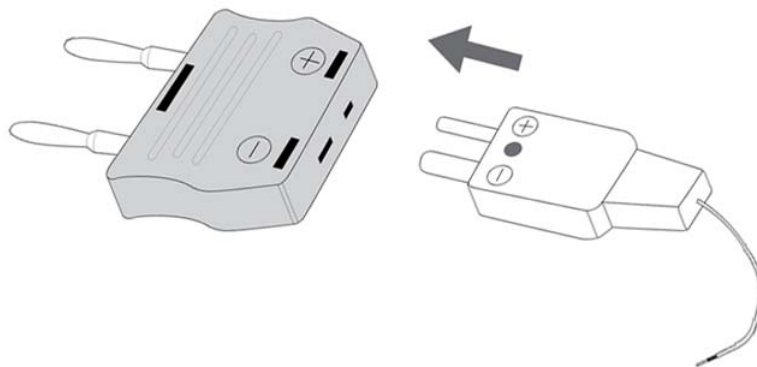
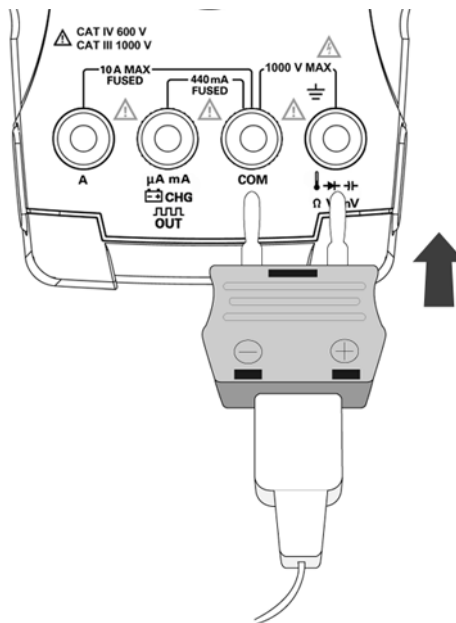

图 2-15 将热探头连接到非补偿转换适配器
图 2-16 将连接了适配器的探头连接到万用表
- 2 按图 2-15 图所示，将小型热探头插入非补偿转换适配器。按图 2-16 所示，将连接了此适配器的热探头连接到万用表输入端子。